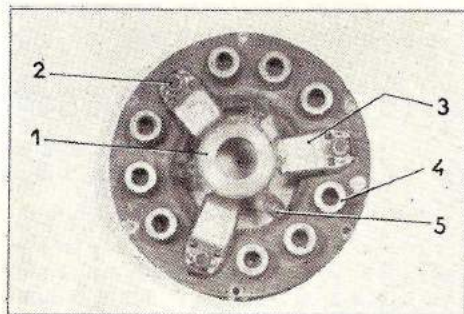

Fig. E 1.
Détruire par meulage les points de soudure d'arrêt des écrous (2) (fig. E 1).